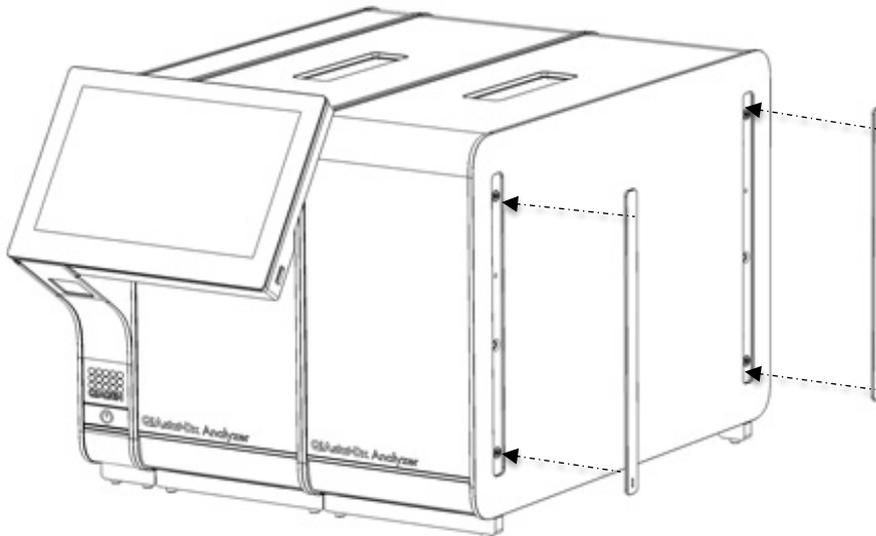

Abbildung 17. Wiederanbringen der Schutzabdeckungen am zusätzlichen Analysemodul.
5. Bringen Sie die Schutzabdeckungen an der Seite des zusätzlichen Analysemoduls wieder an (Abbildung 17).